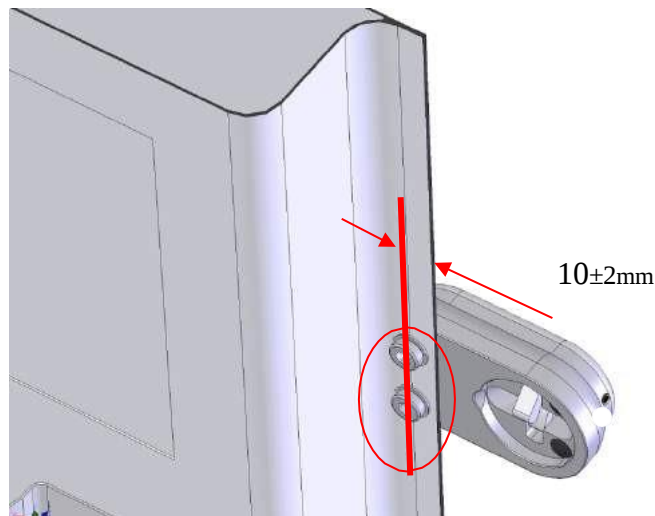

Fig.5
- La position des deux premiers trous de 9 mm se situe à environ 10 ± 2 mm du bord vertical de la porte ouvrante (voir fig. 5). Il s'agit d'une zone très résistante de la porte. La tolérance indiquée est nécessaire pour permettre aux têtes cylindriques des boulons M8 d'être positionnées à l'intérieur du bord et jamais au-delà.
Le blindage est normalement fixé en perçant des trous au bord extrême de la porte pour les deux boulons M8 à tête bombée. Avant de percer, vérifiez que la tête du boulon M8 se trouve à l'intérieur du bord (voir fig. 5).